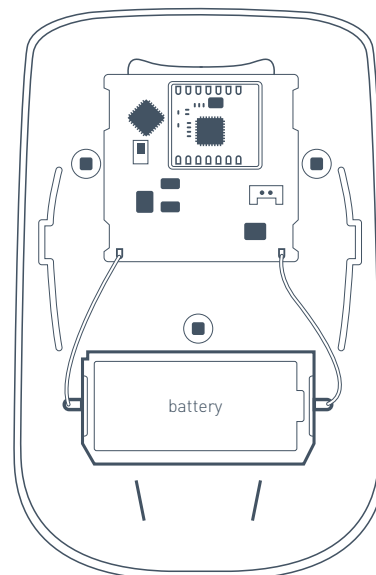

РИС. 5. Вид датчика со снятой верхней крышкой
6.3 Своевременно заменяйте батареи питания на новые. При разряде батареи датчик передает соответствующий сигнал на центральный блок сигнализации. Когда батарея разряжена, при каждой детекции движения или сработке тампера датчик помимо обычной индикации осуществляет включение и плавное гашение светодиода. Для смены батареи открутите три самореза «3» (РИС. 4) и снимите заднюю крышку датчика. Замените батарею «battery» (РИС. 5) на новую, типа CR123A, соблюдая полярность.